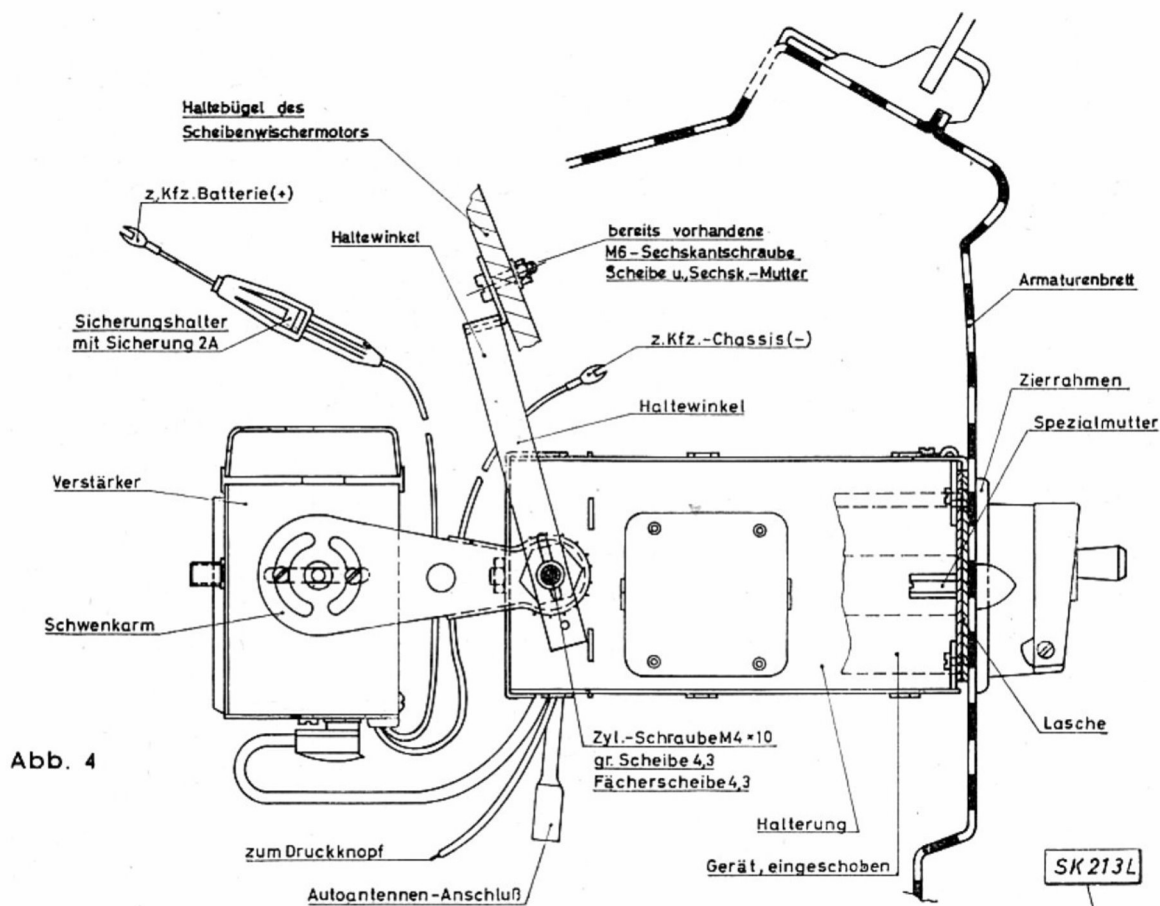

Abb. 4
i) Gemäß Abb. 4 mitgelieferten Haltewinkel an seitlichen Nietmuttern der Halterung montieren.